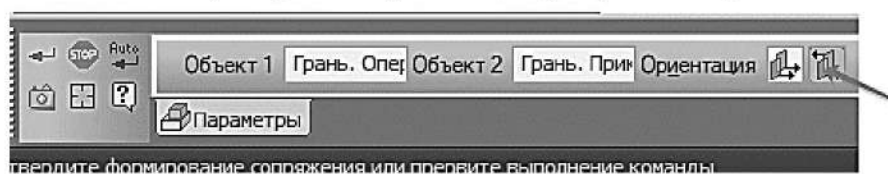

Рисунок 3.43. Редактирование элементов сопряжений
2.5.9 Нажмите кнопку Обратная ориентация (рисунок 3.43).